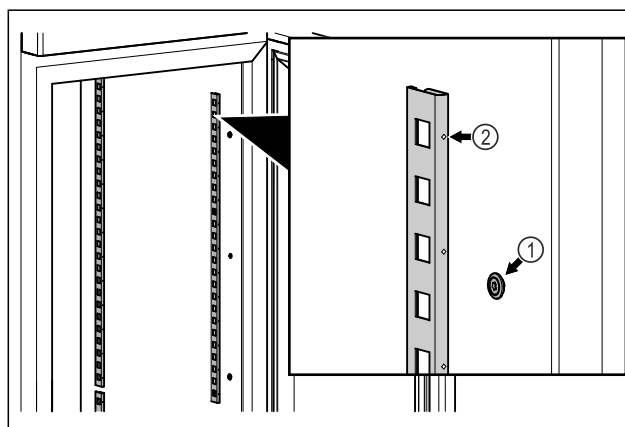

Fig. 56 Vejledende illustration
► Hægt glaslisterne Fig. 56 (1) fast i ophænget. Mærket Fig. 56 (2) skal pege fremad.